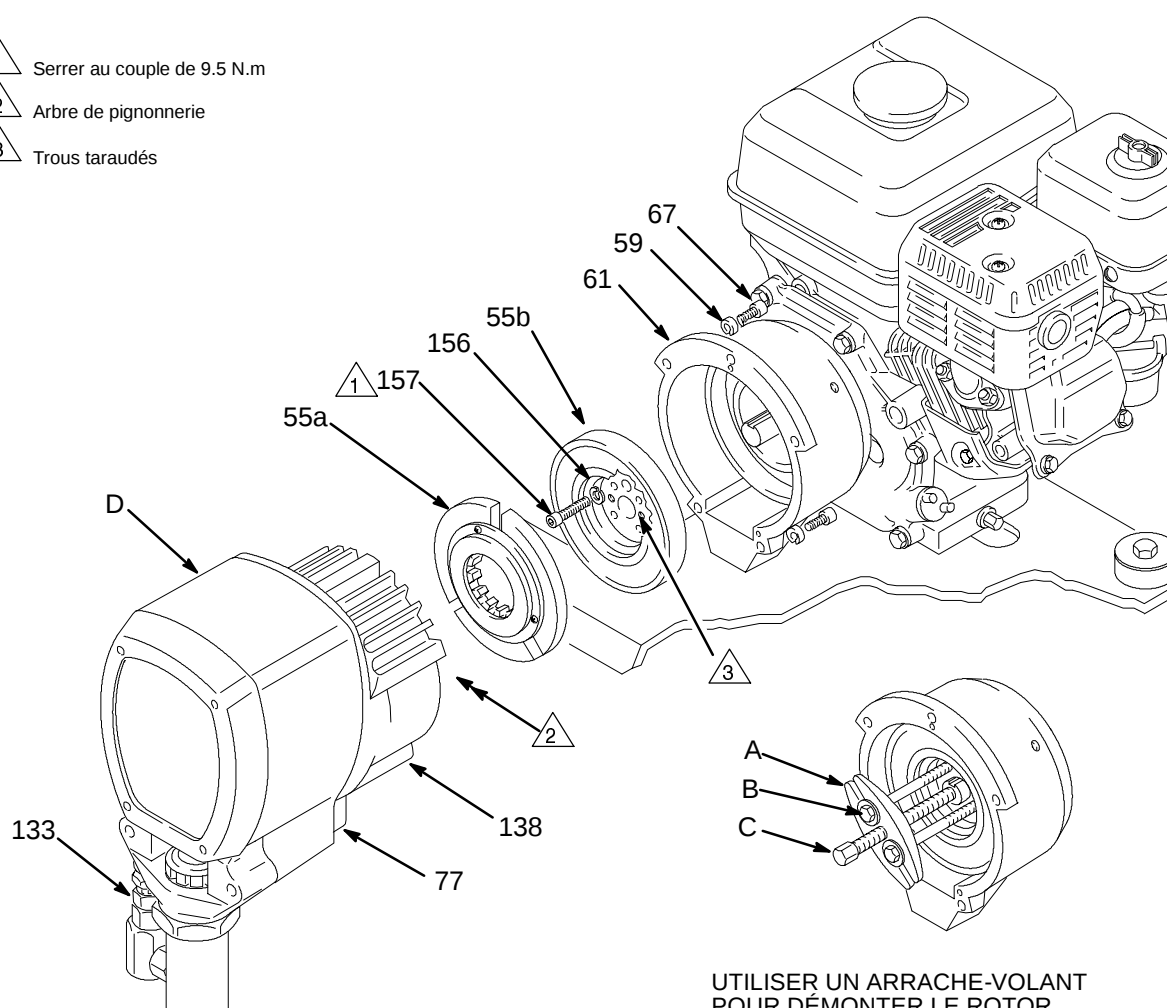

Fig. 40
2. Débrancher le flexible (133) du bas de pompe.
3. Ôter les deux vis inférieures (67) du carter d'embrayage (61) et ensuite les trois vis restantes (67).
4. A l'aide d'un maillet en plastique, tapoter légèrement sur l'arrière du carter de transmission (77) afin de dissocier l'ensemble (D) du carter d'embrayage (61). Sortir l'ensemble; l'induit (55a) sortira avec lui.
6. Ôter les quatre vis à tête six pans creux (157) et les rondelles d'arrêt (156). Monter deux des vis dans les trous taraudés dans le rotor (55b). Serrer alternativement ces deux vis jusqu'à ce que le rotor sorte. Voir Fig. 40.